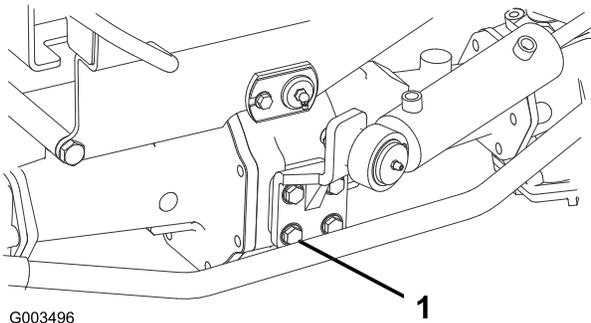

Figura 69
2. Aperte os quatro parafusos na montagem da direção do cilindro (Figura 69) com uma força de 65 a 81 N m.